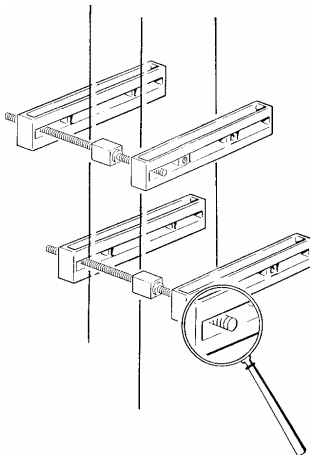

Fig.17
- S'assurer de l'absence de défauts apparents sur cette structure/fixation (fig. 17) ;